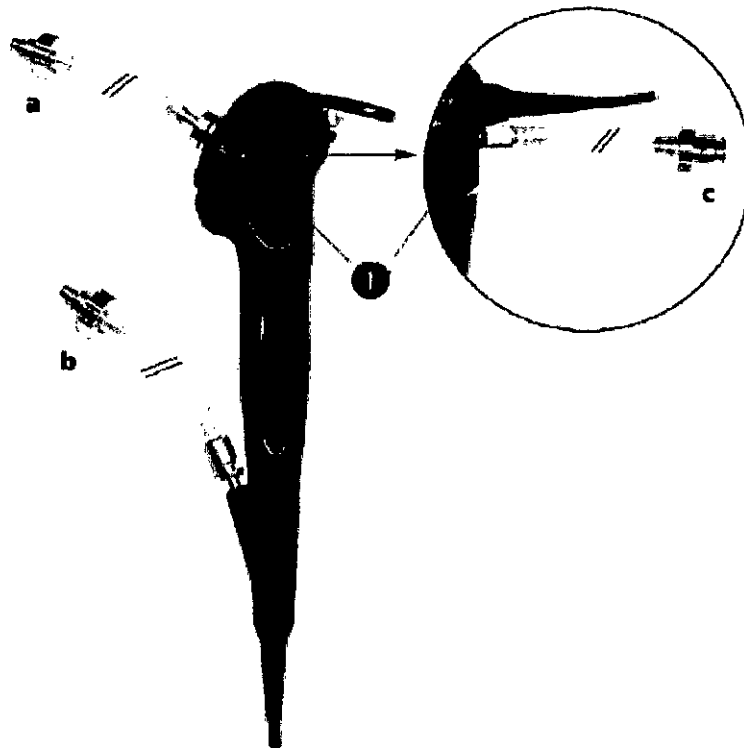

Figura 3.8.2: Limpieza utilizando los tubos RDG-E.
1. Conectar el juego de tubos RDG-E como se muestra en la Figura 3.8.2. Insertar el adaptador superior hasta el tope, girando y presionando a la vez. Desplazar el adaptador inferior lateralmente y dejarlo enclavar.